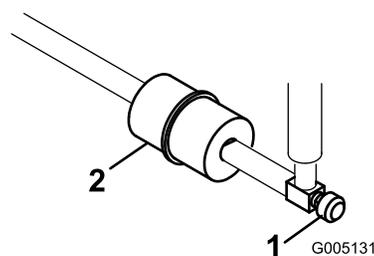

图39
管线式燃油滤清器位于油箱与化油器之间的燃油管内 图39。
- 关闭燃油切断油阀 图39。
- 将放油盘放到滤清器下方拧松滤清器化油器侧的软管夹然后从滤清器中取出燃油管线 图39。
- 松开另一个软管夹然后取下滤清器 图39。